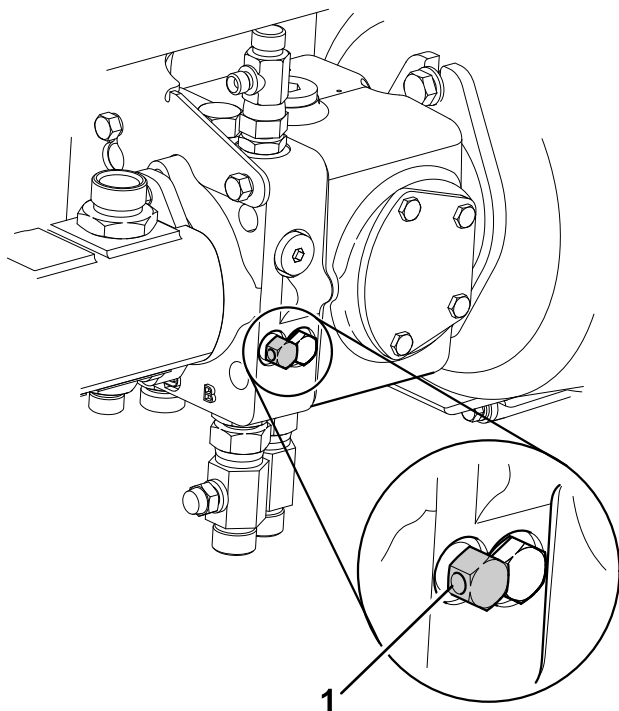

Figura 38
7. Deshabilite el sistema de frenado de servicio hidráulico girando la válvula de desvío, situada debajo de la bomba de la transmisión, un máximo de tres giros en sentido antihorario (Figura 38).